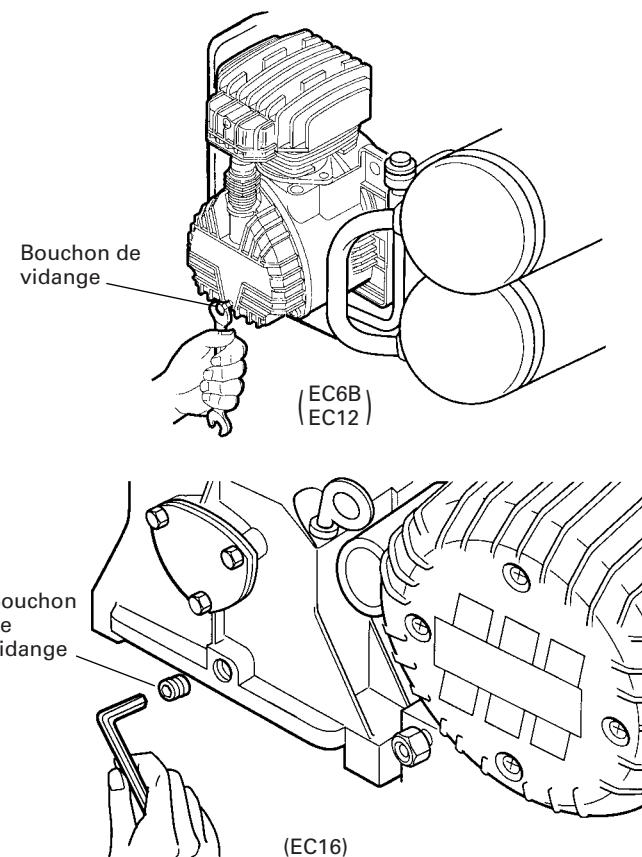

Fig. 8
(1) Au plus tard après les 50 premières heures d'utilisation, effectuer un changement complet de l'huile de la pompe. Dévisser le bouchon de vidange du carter, vidanger complètement l'huile et remettre le bouchon en place (Fig. 8).